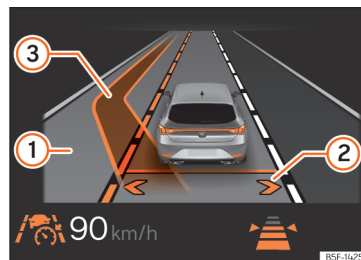

Abb. 144 Im Display des Kombi-Instruments: Anzeige des assistierten Spurwechsels (schematische Darstellung).
Dadurch wird der assistierte Spurwechsel aktiviert. Die Pfeile der eigenen Fahrspur werden im Display des Kombi-Instruments in Grau angezeigt » (Abb. 144) ②
möglich, wird die entsprechende Spur im Display des Kombi-Instruments neben der eigenen Spur angezeigt. Der Pfeil auf der entsprechenden Seite der Fahrspur wird in Weiß angezeigt »» (Abb. 144) ②.